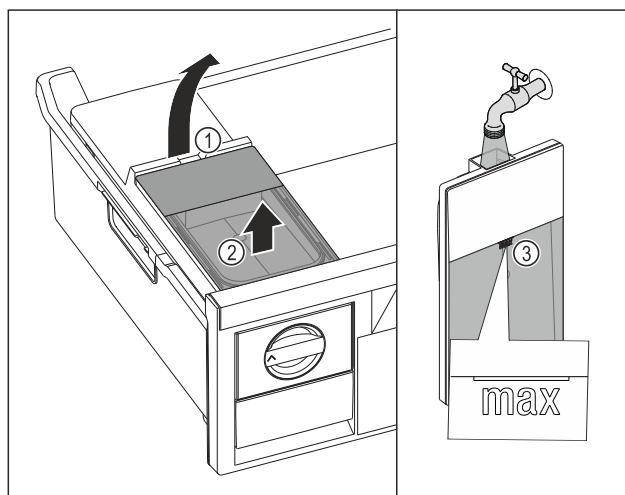

Fig. 156
- ▶ Ridicați rezervorul de apă de la degajare Fig. 156 (1).
- ▶ Scoateți rezervorul de apă în sus. Fig. 156 (2)
- ▶ Umpleți rezervorul de apă până la marcaj Fig. 156 (3) cu apă potabilă.